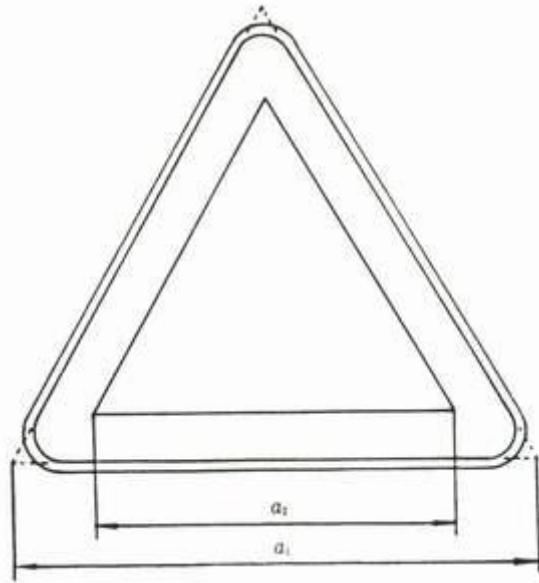

图 2 警告标志的基本型式
4. 2. 2 警告标志的基本型式是正三角形边框，如图 2 所示：